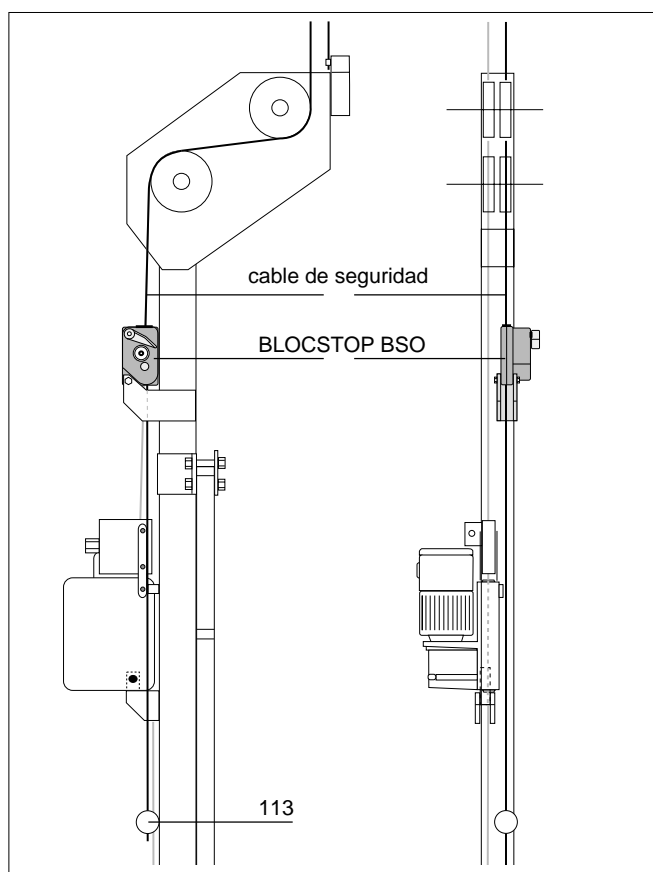

Fig. 1.32
b) ... en los estribos en "C" (Fig. 1.32)
- Antes de introducir el cable de seguridad (152) en el anticaídas BLOCSTOP BSO (108) verificar que no esté enredado alrededor del cable de elevación (151).
- Colocar un contrapeso (113) en cada cable de seguridad, aproximadamente a unos 20 cm. del suelo.